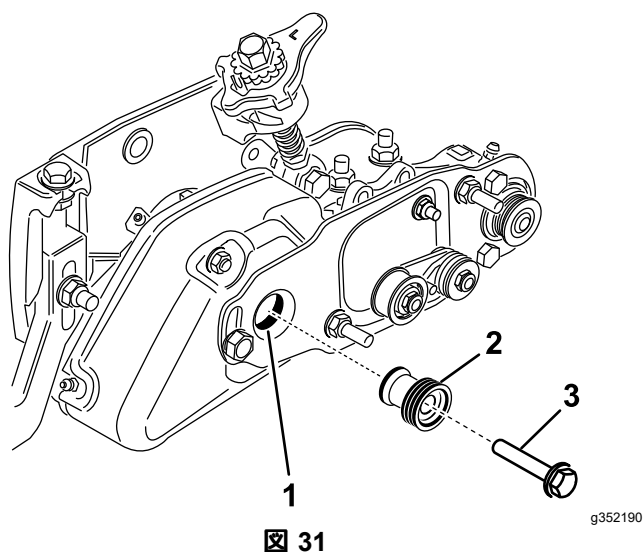

図 31
20. グルーマプーリを駆動シャフトに固定しているボルトを取り外す [図 31]。
21. ブラシ駆動プーリをグルーマ駆動プーリに差し込んで駆動シャフトに通す [図 31]。プーリのタブが駆動シャフトのスロットにきっちりと嵌まるように取り付けること。
22. フランジヘッドボルト 3/8 x 2 in を使って駆動プーリをシャフトに固定する [図 31]。ボルトを 4754N·m (4.85.5kg.m = 3540ft-lb) にトルク締めする。